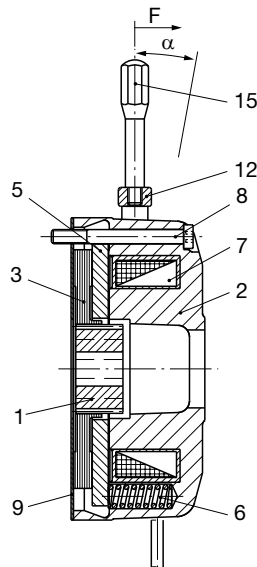

Fig. 2
- ❑ La tolérance de position des taraudages des vis de fixation (8, fig. 2) ne doit pas dépasser 0,2 mm.